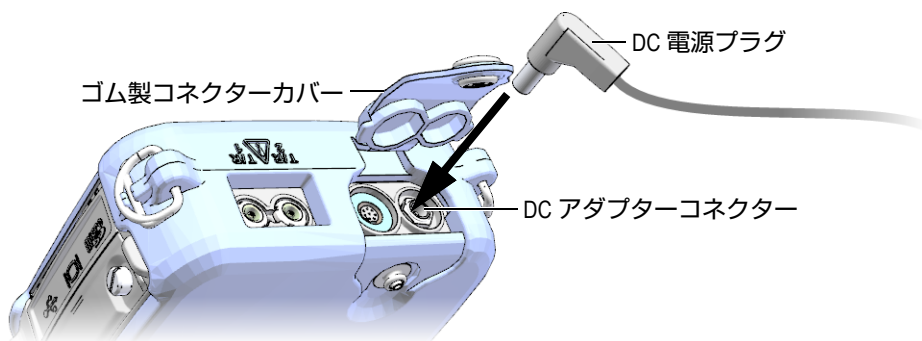

図 2-3 DC 電源プラグの接続
2. 39DL PLUS で、39DL PLUS の上部の DC アダプターコネクタを覆っているゴム製カバーを持ち上げます (49 ページの図 2-3 参照)。
3. チャージャー / アダプターからの DC 電源プラグを DC アダプターコネクタに接続します (49 ページの図 2-3 参照)。